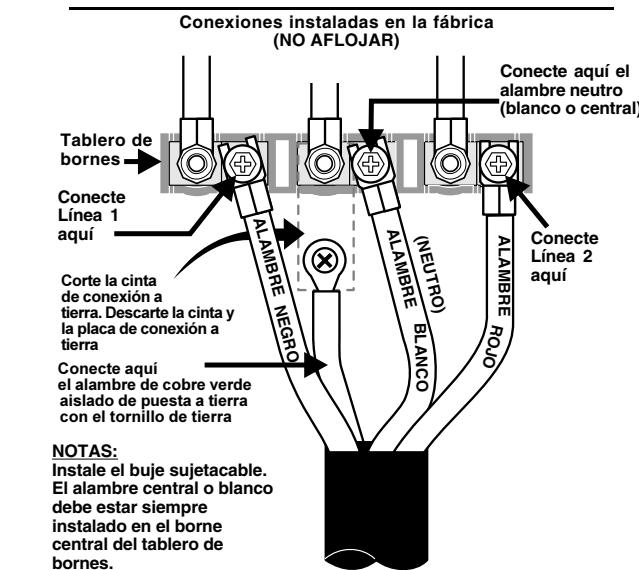

Fig. 12
### (Instrucciones para Conexión Tetrafilar - Consulte la Fig. 12)
- Conecte el alambre de puesta a tierra (Verde) con el ojal en el marco del electrodoméstico con el tornillo de tierra usando el mismo agujero del marco donde estaba originalmente instalado el tornillo de tierra (Ver Fig. 12).